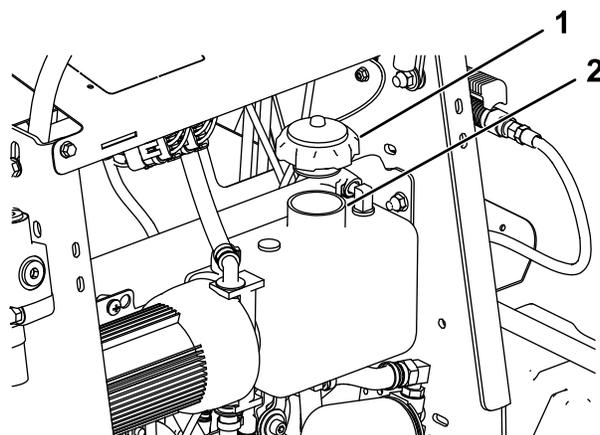

Figure 48
2. Nettoyez la surface autour du bouchon et du goulot de remplissage du réservoir hydraulique (Figure 48).
3. Enlevez le bouchon du goulot de remplissage (Figure 48).